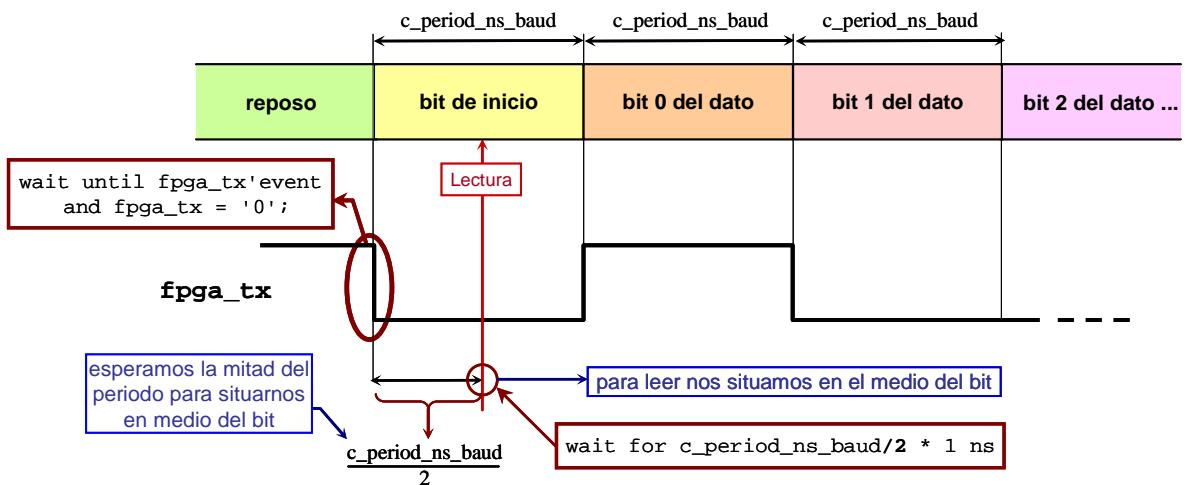

Figura 7.23: Espera para situarnos en medio del bit de inicio
2. Nos situamos en el tiempo medio del bit de inicio: Una vez que hemos detectado el comienzo de la transición, esperamos la mitad del periodo de envío de cada bit ( $c\_period\_ns\_baud/2$ ) para situarnos justo en medio. Esto es importante, porque si leemos el bit justo en la transición a otro bit, puede pasar que estemos leyendo el bit contiguo. La figura 7.23 muestra de manera esquemática dónde nos sitúa esta espera.
Otra cosa que puedes observar es que estamos leyendo solamente en el punto medio, como muestra la figura 7.23. Siendo estrictos deberíamos de comprobar que la transmisión se mantiene a cero durante todo el tiempo correspondiente al bit de inicio, y no solo en el punto medio. Sin embargo, para simplificar el banco de pruebas, asumiremos que es suficiente con comprobar el punto medio.